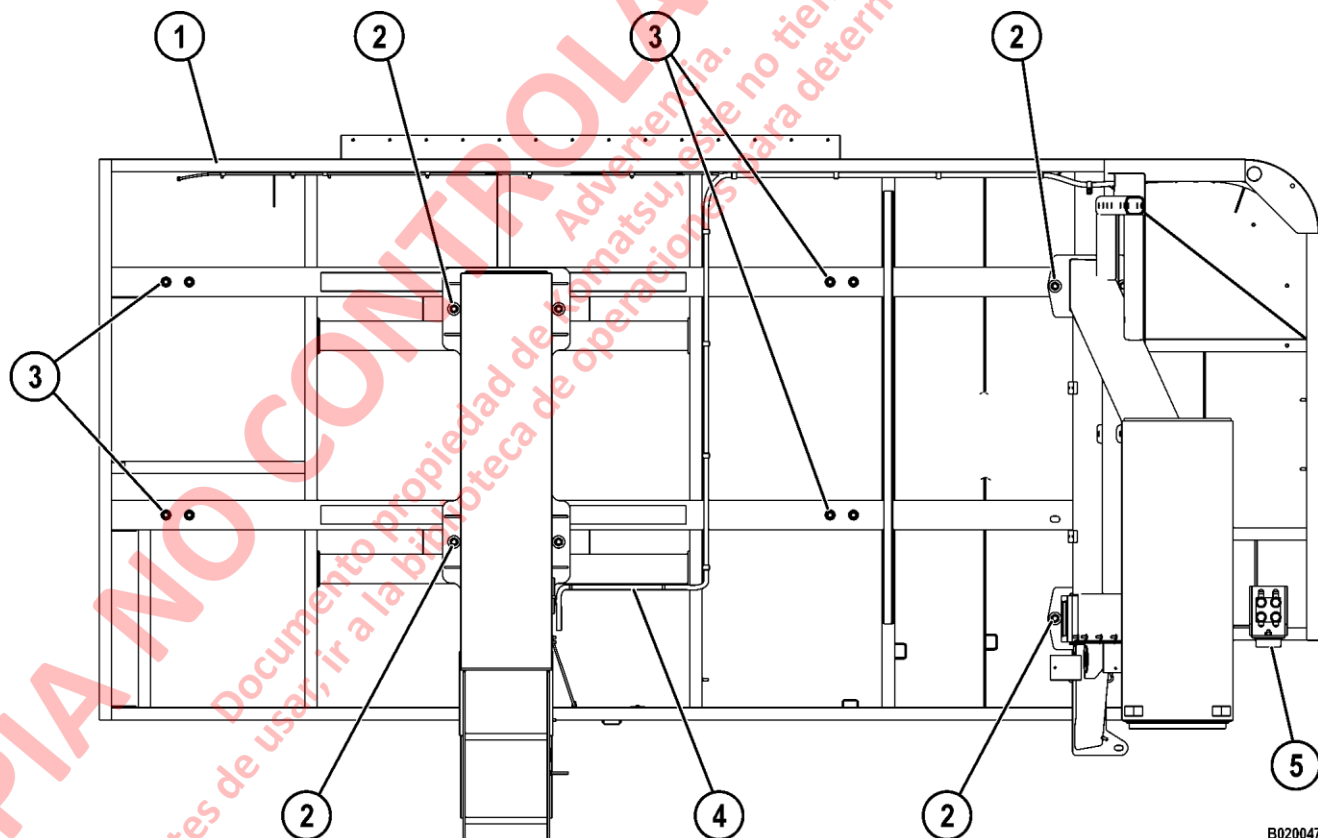

FIGURA 2-2. MONTAJE DE ESTRUCTURA DE CUBIERTA DER..
3. Quite los herrajes de montaje de la grilla de retardo (3, figura 2-2) en seis lugares.
5. Desconecte el arnés de la iluminación (4) de la cubierta. Retire los arneses de cable, cables o mangueras según sea necesario. Las abrazaderas y el arnés de iluminación no requieren remoción.
7. Retire los herrajes de montaje (2) de cubierta en el soporte de la cubierta y levante la el torque frontal.
9. Levante con cuidado la estructura de la cubierta (1) de los soportes de la cubierta.